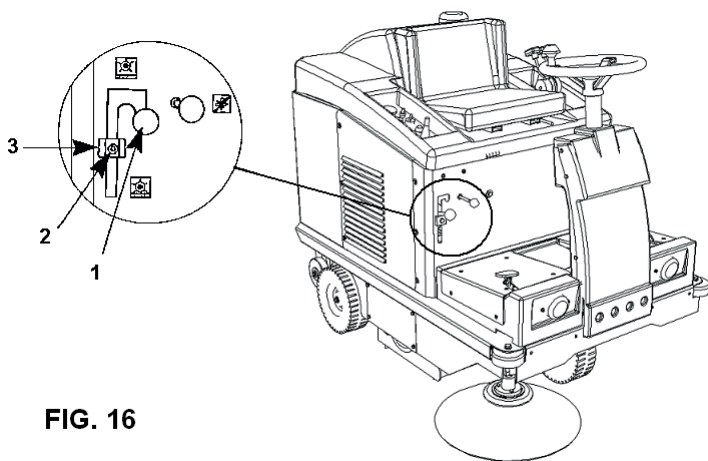

FIG. 16
- Posizionare la leva **Part. 1 Fig. 16** in posizione tale che la spazzola centrale sia alzata.
- Allentare la vite **Part. 2 Fig. 16.**
- Abbassare il registro **Part. 3 Fig. 16** di 3/4 mm o della misura desiderata.
- Bloccare il registro stringendo la vite **Part. 2 Fig. 16.**
- Posizionare la leva **Part. 1 Fig. 16** sopra il registro **Part. 3 Fig. 16.**
- E' possibile registrare la spazzola centrale fino a quando il registro **Part. 3 Fig. 16** arriva a fine corsa; a questo punto la spazzola va sostituita.